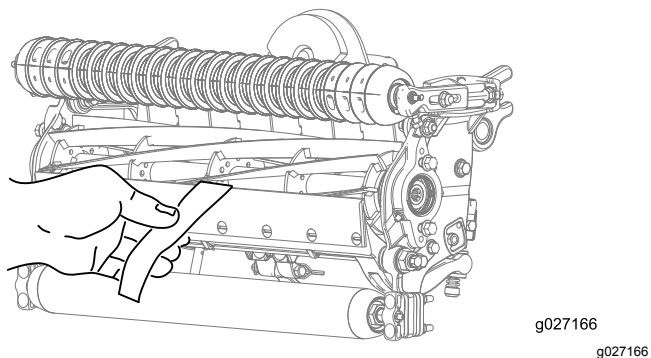

图 11
- 在滚刀与底刀间插入一长条 Toro 剪切性能纸纸要与底刀垂直检测剪切性能 图 11。